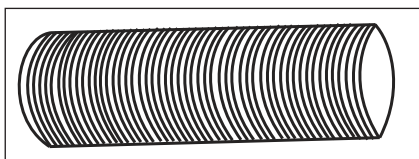

Fig. 3
1. Tag slangen ud af emballagen. (Fig. 3).